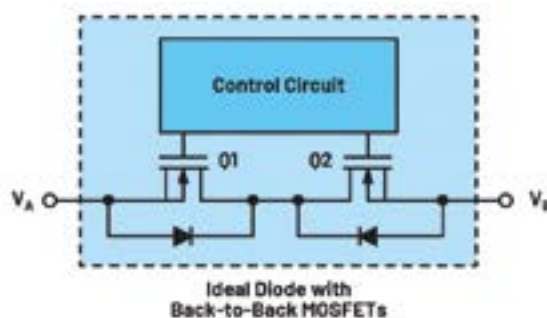

Figura 2. Un diodo ideal con dos MOSFET back-to-back.
Los avances en la tecnología proporcionan MOSFETs de bajo $R_{DS(ON)}$, por lo que agregar un segundo MOSFET consecutivo a una solución de diodo ideal aumenta un poco la caída de tensión, pero abre muchas posibilidades de control del sistema. La Figura 2 muestra este concepto.
detección y el control de la corriente que fluye a través de Q2 en la Figura 2.
Esta función protege al sistema de condiciones de sobre corriente o cortocircuito. Usando el mismo Q2 en la Figura 2, se puede monitorizar, limitar e incluso cortar la corriente que fluye a través de él. La precisión del umbral del límite de corriente en una aplicación eFuse es importante para optimizar el consumo de energía del sistema.
El controlador monitoriza constantemente la tensión de la fuente de alimentación. El bloqueo del límite inferior de tensión (UVLO) mantiene el Q2 de la Figura 2 apagado de forma segura hasta que la tensión de la fuente de alimentación se eleva por encima de su nivel mínimo de funcionamiento
Refiriéndose a la Figura 2, este tiempo de respuesta es el tiempo para que Q1 se apague después de que las tensiones V_A y V_B se inviertan y hagan que V_B sea mayor que V_A . Este tiempo de respuesta de corriente inversa, t_R , debe ser pequeño (100 ns) para evitar que la corriente inversa fluya de V_B hacia V_A . En este sistema, se puede producir una inversión de tensión cuando la fuente de energía dominante V_S , mientras alimenta la carga: (a) se apaga, (b) cambia a una tensión baja o (c) se cortocircuita. En esta situación, t_R evita o minimiza el flujo de corriente inversa desde el condensador de la placa (C) o desde la batería de respaldo, de regreso a V_S .